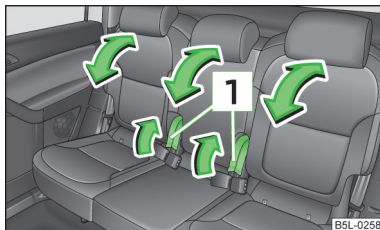

Fig. 51
- Tirare la leva **1** » fig. 51 a pagina 65 e ribaltare gli schienali dei sedili posteriori esterni sul cuscino, sino al completo arresto.
- Nello stesso modo ripiegare in avanti lo schienale centrale posteriore; quindi tirare ancora una volta la leva **1** » fig. 51 a pagina 65 e spingere verso il basso lo schienale, finché non scatta udibilmente in posizione ribassata.